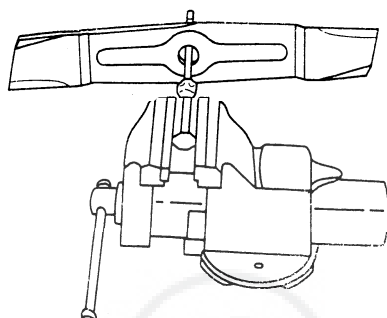

Fig. 22
Zie Fig. 22
1. Bevestig een lange schroevendraaier met ronde as horizontaal tussen een bankschroef (zie Fig. 22). Bij gebrek aan een bankschroef kan de schroevendraaier of een grote nagel op verschillende andere manieren beveiligd worden.
2. Schuif het mes over de schroevendraaier (zie Fig. 22). Een goed uitgebalanceerd mes blijft horizontaal.